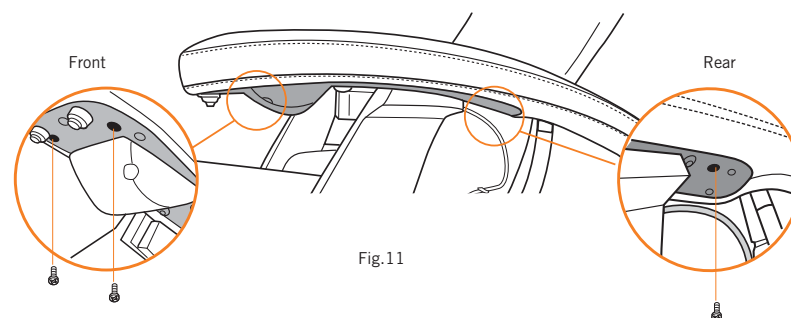

Fig.11
7. Tout en appuyant sur le protège-accoudoir, fixez-le en utilisant le tournevis à tête cruciforme et trois vis fournies (Fig. 11).